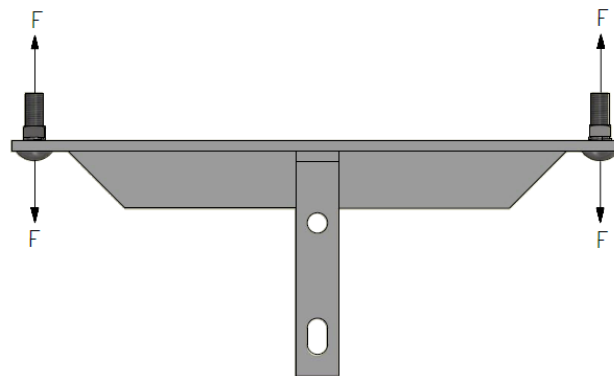

Figura 5 - Detalhe Para Ensaio
- O suporte T corretamente instalado deve suportar um esforço  $F = 200$  daN e flecha residual menor ou igual a 5 mm, sem ruptura, quando ensaiado de acordo com a Figura 5;